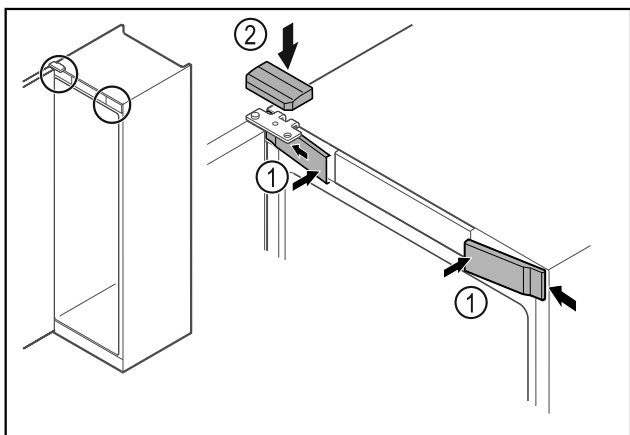

Fig. 65
- Agganciare le coperture anteriori Fig. 65 (1) di lato e innestarle.
- Innestare la copertura superiore Fig. 65 (2) dall'alto.